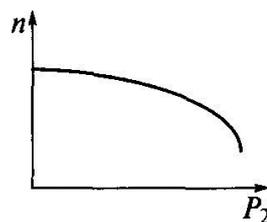

Рис. 1
**5. Какая характеристика двигателя постоянного тока изображена на рис. 1?**